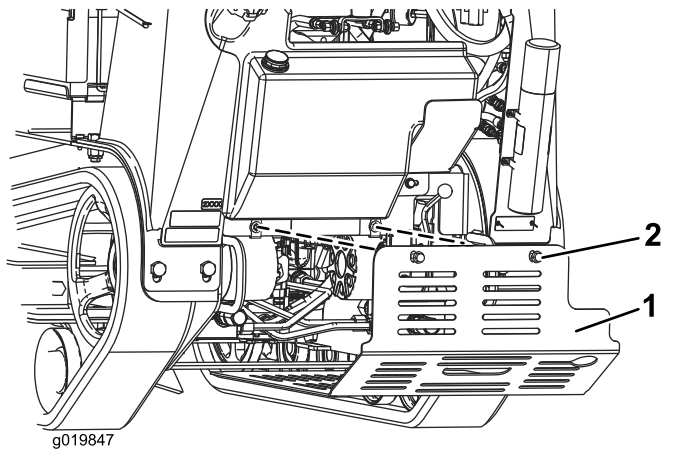

Bild 26
- Lösen Sie nacheinander die 2 Schrauben, mit denen das untere Schutzblech befestigt ist, bis Sie es abnehmen können (Bild 26).
- Schieben Sie das untere Schutzblech so in die Maschine, dass es auf allen vier Nasen aufliegt und befestigen es mit den zwei vorher gelösten Schrauben, um das Schutzblech vor dem Einsatz der Maschine zu montieren (Bild 26).